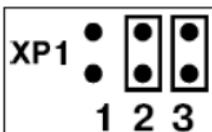

Рисунок 4.12
4.2.3 При необходимости изменения значения времени задержки включения реле после перегрузки по напряжению $T_{вкл\ U}$ установите на коммутаторе ХР1 перемычки в положение «2» и «3» (см. рисунок 4.12).